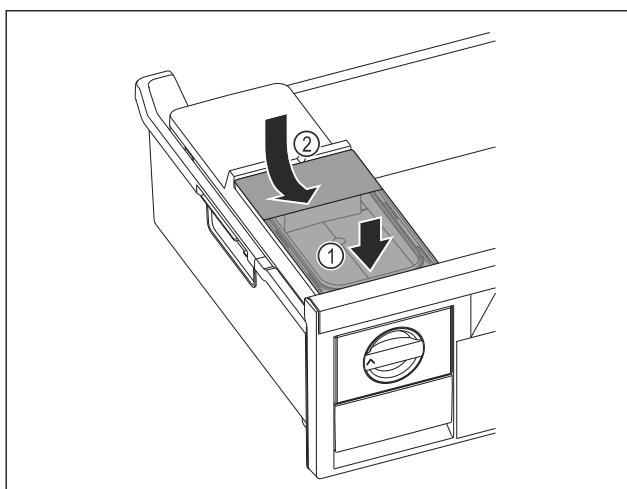

Fig. 82
- Помістити бак для води спереду. Fig. 82 (1)
- Опустити бак для води ззаду. Fig. 82 (2)